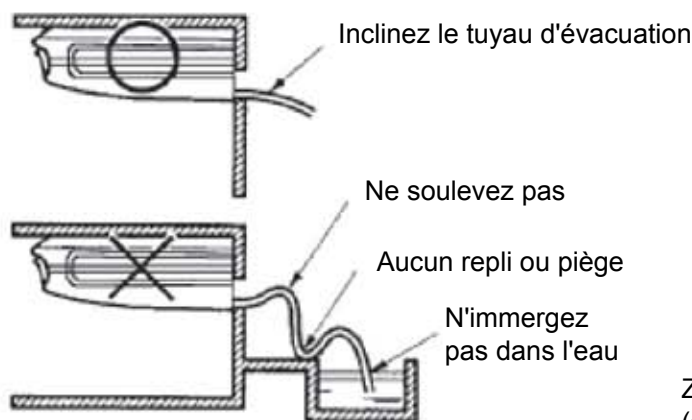
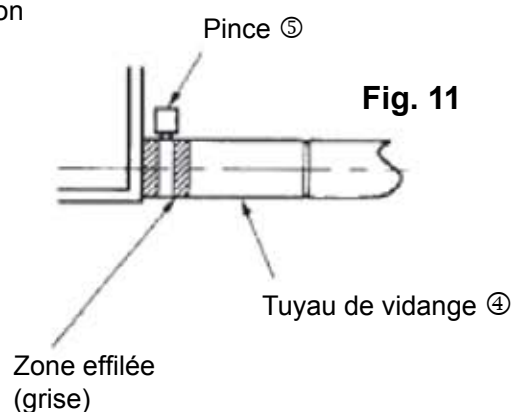

Fig. 10
Fig. 11
- (1). Conduite d'évacuation.
- Rendez le tuyau d'évacuation aussi court que possible et descendez-le vers le bas en une pente d'au moins 1/100 pour empêcher les poches d'air. (Voir la Fig. 10).
- Utilisez le tuyau d'évacuation attaché ④ et la pince ⑤.
- Insérez le tuyau d'évacuation complètement dans la prise d'évacuation. Serrez la pince à l'intérieur de la plage du ruban gris jusqu'à ce que la tête de la vis soit à moins de 3,8 mm (0,15 po) du tuyau. (Voir la Fig. 11, Fig. 12).